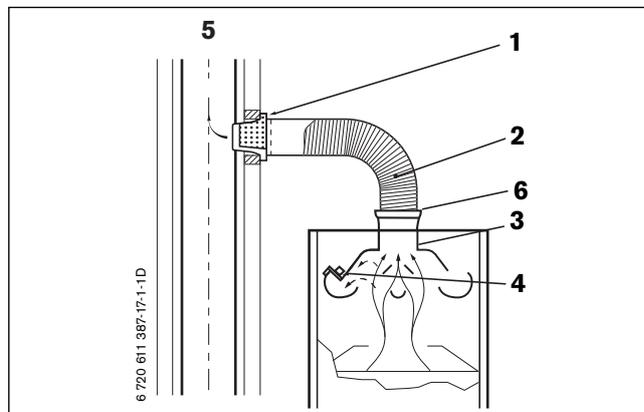

Fig. 13
**Légende pour figures 13 et 14:**